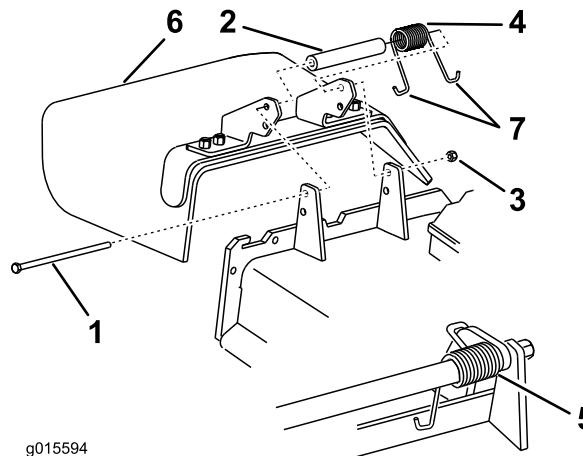

Figura 103
1. Retire la contratuerca, el perno, el muelle y el espaciador que sujetan el deflector a los soportes de pivotе (Figura 103). Retire el deflector de hierba dañado o desgastado.
Nota: Asegúrese de colocar un extremo en J del muelle detrás del reborde de la carcasa antes de instalar el perno, según se muestra en Figura 103.
3. Instale el perno y la tuerca. Coloque un extremo en J del muelle alrededor del deflector de hierba (Figura 103).